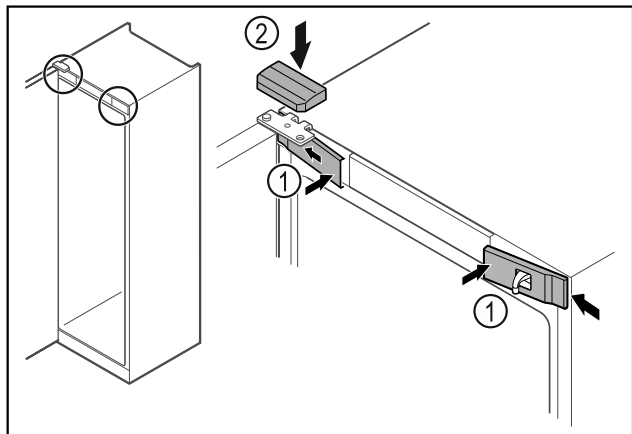

Fig. 52
- Enganchar las cubiertas delanteras Fig. 52 (1) lateralmente y encajarlas.
- Encajar la cubierta superior Fig. 52 (2) desde arriba.